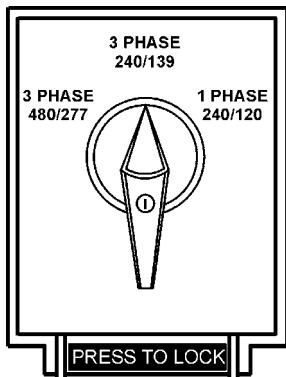

Figure 19. Position 3Ø-240/139V du sélecteur de tension
1. Placez le sélecteur de tension dans la position 3Ø 240/139V comme l'indique la Figure 19.